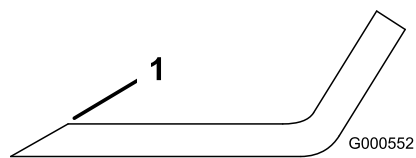

Figura 69
1. Affilate i taglienti da entrambe le estremità della lama con una lima (Figura 69).
Nota: Se la lama non è bilanciata, limate del metallo soltanto dalla costa (Figura 69).